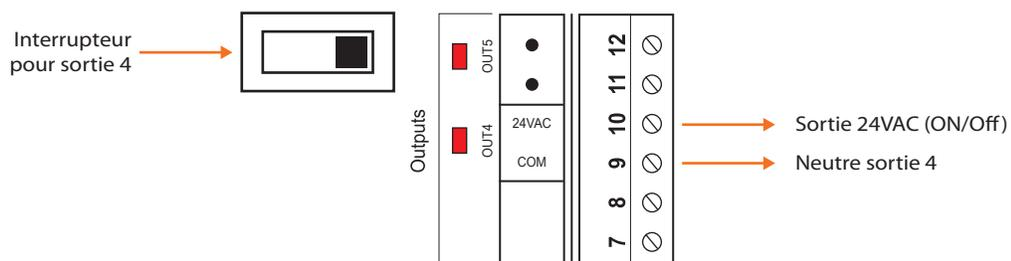

Figure 8 - Sortie en mode SOURCE
1) Position de l'interrupteur pour obtenir une sortie active SOURCE (voir Figure 8):
Le régulateur de refroidissement PL-C1000-BLR est alimenté par une source d'alimentation 24 VAC raccordée en utilisant le bornier « COM » et le bornier « 24 VAC » (voir la Figure 8). Le neutre (com) pour toutes les entrées et sorties est partagé avec celui de la source d'alimentation. (Exception: Quand la sortie est en mode passif, le neutre de cette sortie est isolé de la source d'alimentation). Toutes les sources d'alimentation des sorties sont partagées avec la source d'alimentation 24 VAC du régulateur.